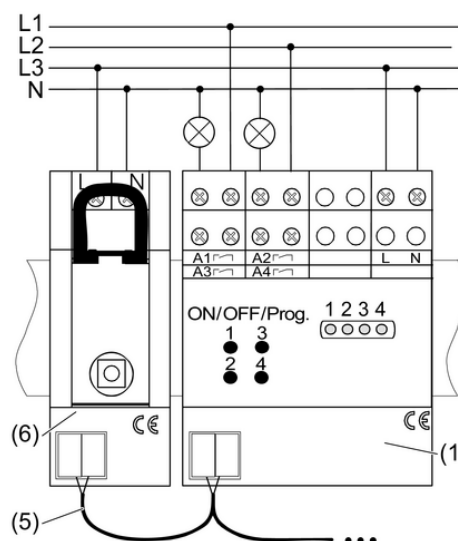

Figura 2
- Montar el actuador de conmutación (1) en un perfil DIN.
- Conectar el actuador de conmutación de conformidad con el plano de conexión (figura 2). Las salidas A1 a A4 se pueden conectar en diferentes fases.
- Conectar el actuador de conmutación a través de una línea de bus (5) con el receptor de radio REG (6) y/o con otros actuadores de radio.